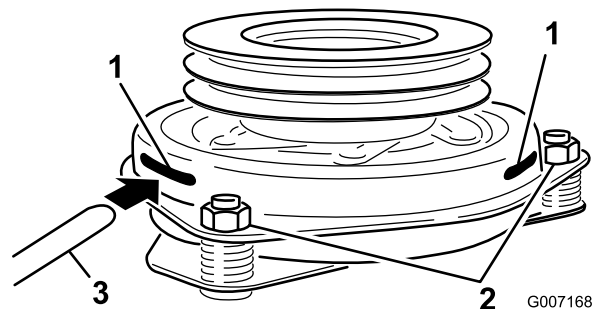

Figura 66
8. Insira um calibrador de 0,381 a 0,533 mm através de uma ranhura de inspeção na parte lateral do conjunto. Certifique-se de que se encontra entre as superfícies de atrito da armadura e do rotor (Figura 66).
9. Aperte as porcas de bloqueio até haver uma ligeira dobra no calibrador, mas desde que continue a mover-se facilmente dentro da folga de ar (Figura 66).